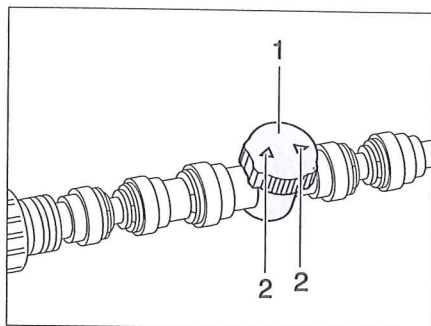

Bild 112 Reglage golvvärme/uppvärmning av avloppstank
- Ställ reglaget (Bild 112,1) på önskat flöde (max. flöde = pilarna (Bild 112,2) i ledningsriktningen).
- Vrid reglaget (Bild 112,1) så att pilarna (Bild 112,2) står tvärs mot värmeledningen.